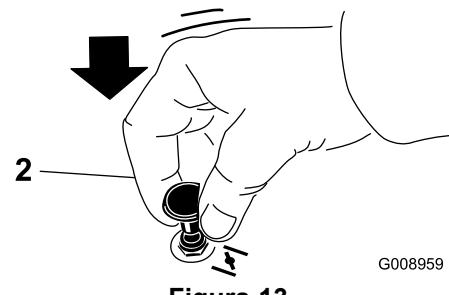

Figura 13
2. Tirate su la manopola dello starter per innestare lo starter prima di usare l'interruttore di accensione (Figura 13).
3. Spingete giù lo starter per disinnestararlo una volta acceso il motore (Figura 13).